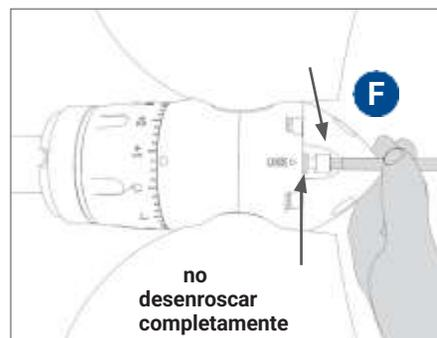

FIG. 24 Aflojamiento del tornillo de bloqueo
- Desenrosque el tornillo de bloqueo (**F** en la Fig. 24) 5-6 vueltas, esto permitirá ajustar el paso sin riesgo de perder el tornillo en el agua (nota: a las 10 vueltas el tornillo se extrae completamente de la hélice con riesgo de perderlo).